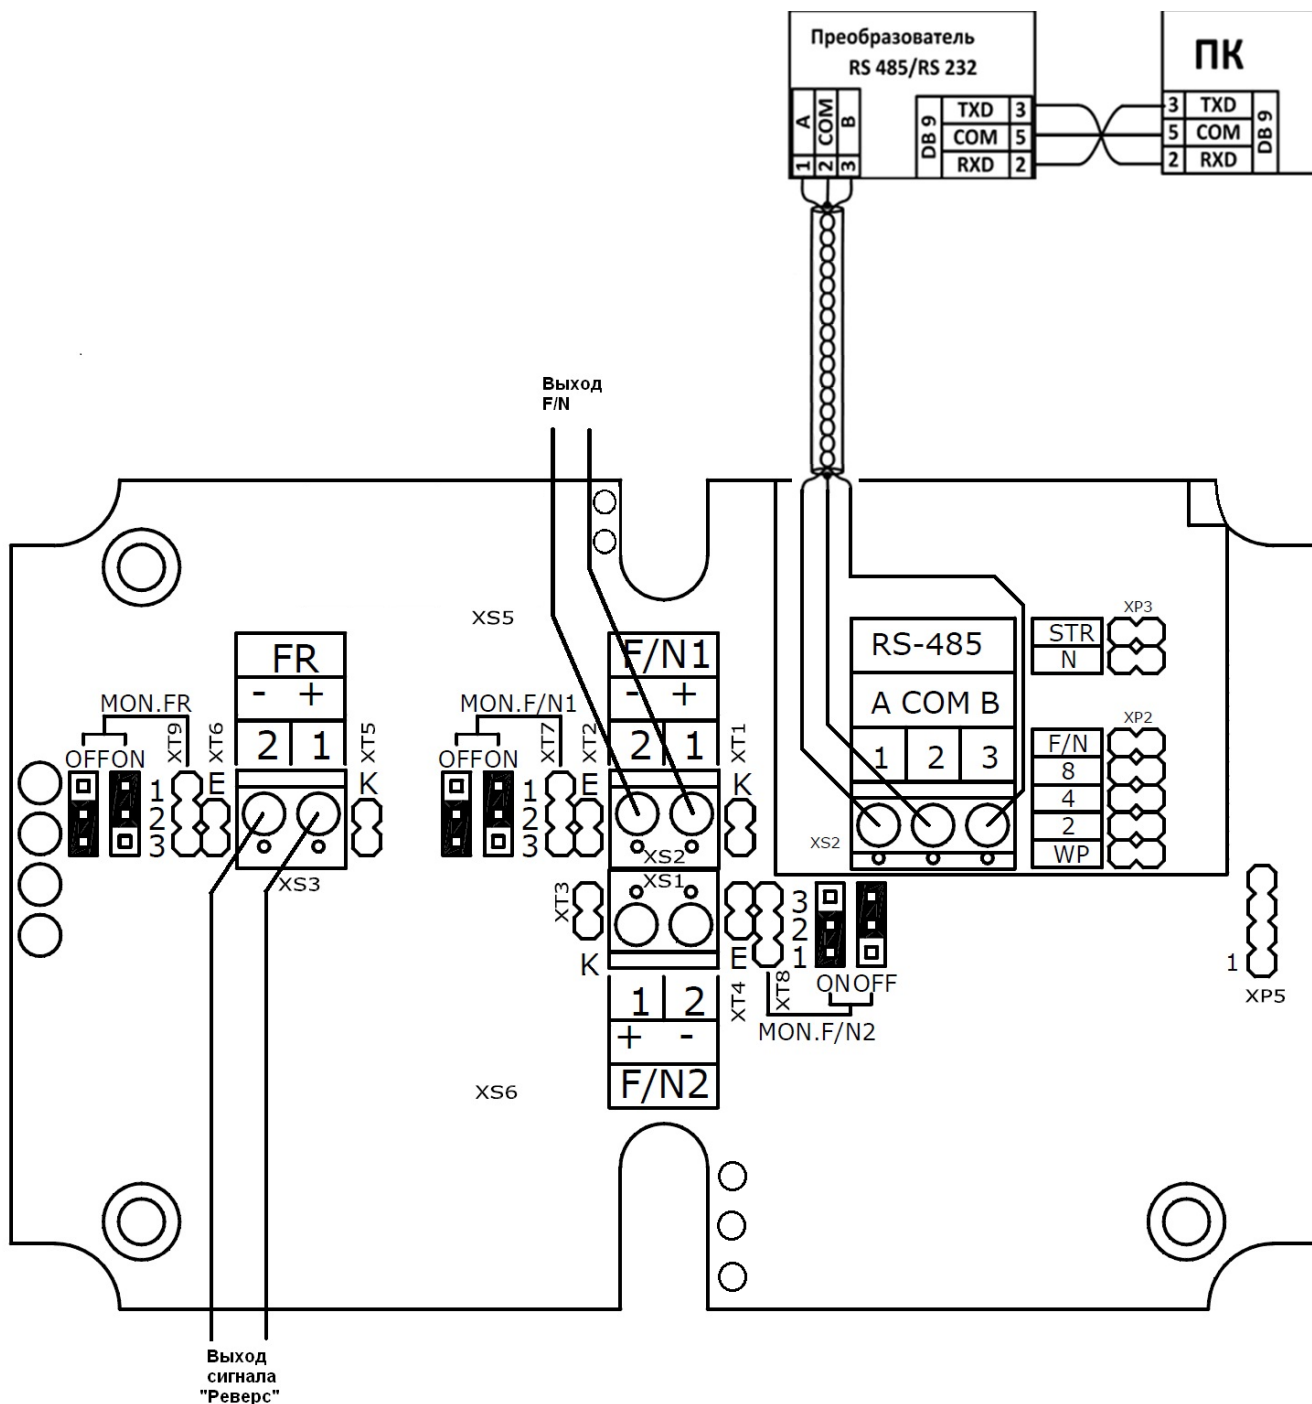

Рисунок 8.11 Схема подключения расходомера РСМ-05.05(ТЭСМАРТ) и РСМ-05.05(ТЭСМАРТ-А) (при наличии данной опции в приборе)
8.6.2 Проверить правильность монтажа электрических цепей в соответствии с электрической схемой подключения, приведенной на рис. 8.11.
8.9.2 Установка контроля обрыва линии дискретного выхода и линии сигнала признака реверса осуществляется путём установки в требуемое положение джампера **ХТ7** для канала **G**, **ХТ9** для линии сигнала признака реверса (см. рис. 8.11):
8.10.1 Для расходомеров установка сетевого адреса расходомера (только при наличии платы модуля RS-485) осуществляется путём установки/снятия джамперов **0, 2, 4** на плате **RS-485** (поле **XP2**, см. рисунок 8.11). «**ON**» соответствует установленному джамперу, «**OFF**» соответствует снятому джамперу.